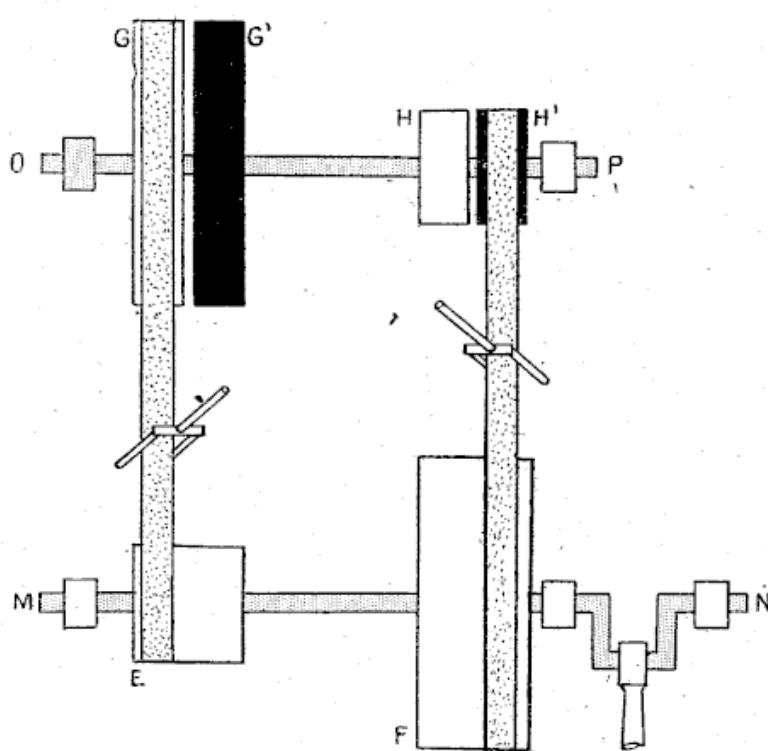

Fig. 40
**COURROIES.** — La transmission par courroies (fig. 40 et 41) est en général disposée d'une façon identique à celle de la transmission par engrenages.